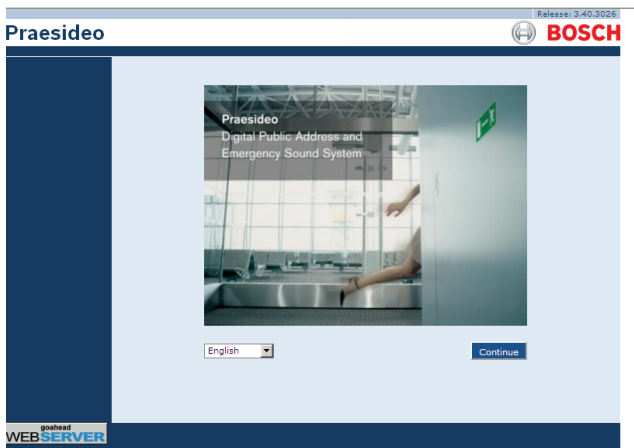

Abbildung 40.1: Homepage der webbasierten Praesideo-Benutzeroberfläche
- 2 Geben Sie die IP-Adresse des Netzwerkcontrollers in der Adressleiste ein. Es wird ein Bildschirm angezeigt, der Abbildung 40.1 ähnelt.
Klicken Sie auf die Schaltfläche *OK*. Es wird ein Bildschirm angezeigt, der ähnlich wie in Abbildung 40.1 gezeigt aussieht. Der Anmeldevorgang für die Offline-Version der webbasierten Benutzeroberfläche funktioniert analog zur Online-Version.